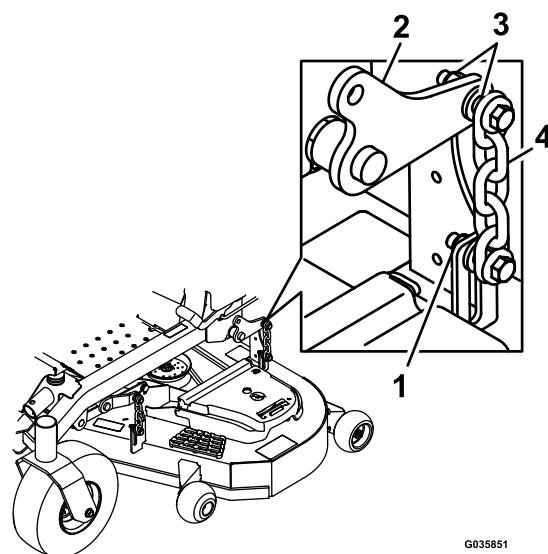

Рисунок 85
16. Ослабьте контргайки (Рисунок 85) на всех 4 углах и убедитесь, что дека газонокосилки надежно опирается на все 4 подставки.